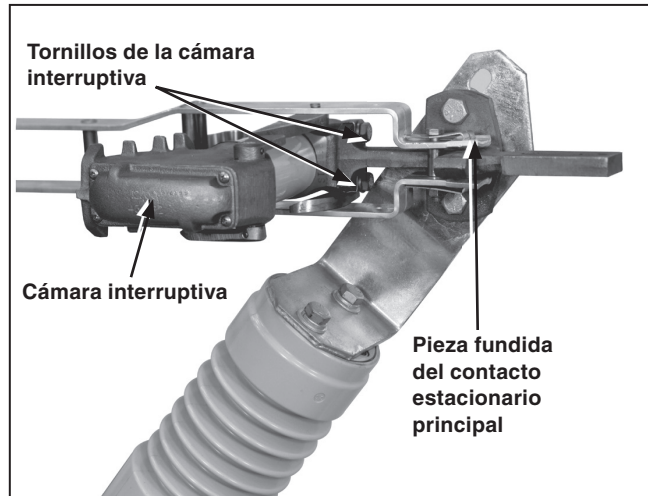

Figura 43. Ajuste de la posición del interruptor.
- (e) Si se requiere ajuste, afloje los tornillos que sujetan la cámara interruptiva a la pieza fundida del contacto estacionario principal y vuelva a posicionar la cámara interruptiva. Ver Figura 43.